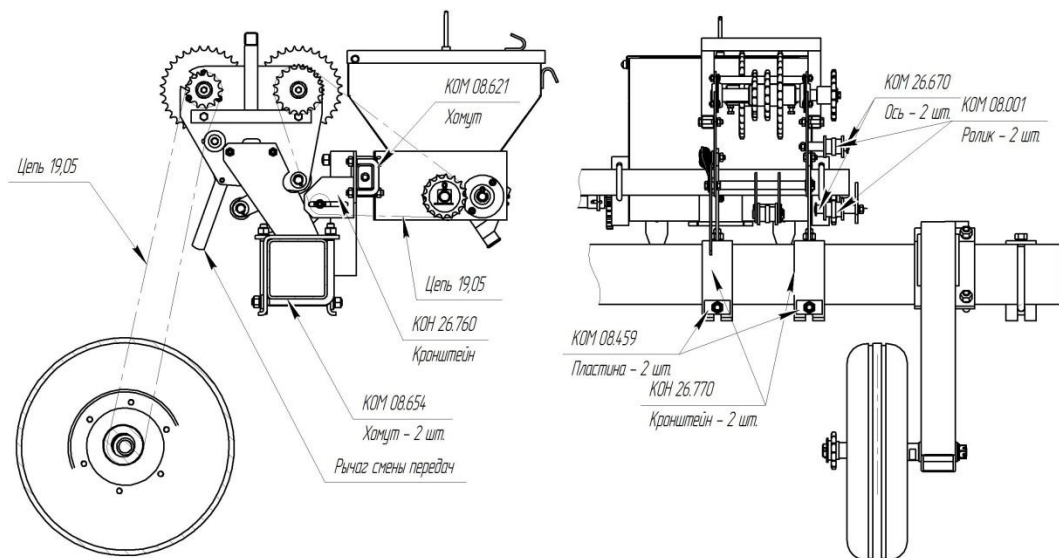

Рисунок 3 – Привод туковысевающих аппаратов
3.4 Регулировка натяжения цепи на редукторе привода туковывсевающих аппаратах осуществляется при помощи натяжников с роликами КОМ 08.001 (рис.3). Изменение норм высева минеральных удобрений осуществляется ослаблением натяжения цепи в приводном редукторе с помощью рычага и перестановкой цепи на звёздочки с требуемым числом зубьев.
- цепь привода туковысевающих аппаратов: с помощью натяжников 1 и 2 (рис. 3);